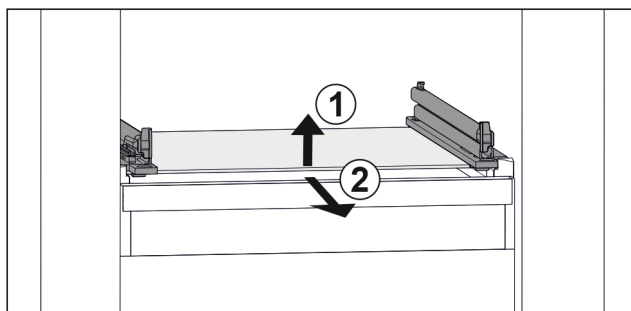

Fig. 47 Exempel på glashylla
- Lyft glashylla framtill. Fig. 47 (1)
- Ta ut glashylla framåt. Fig. 47 (2)